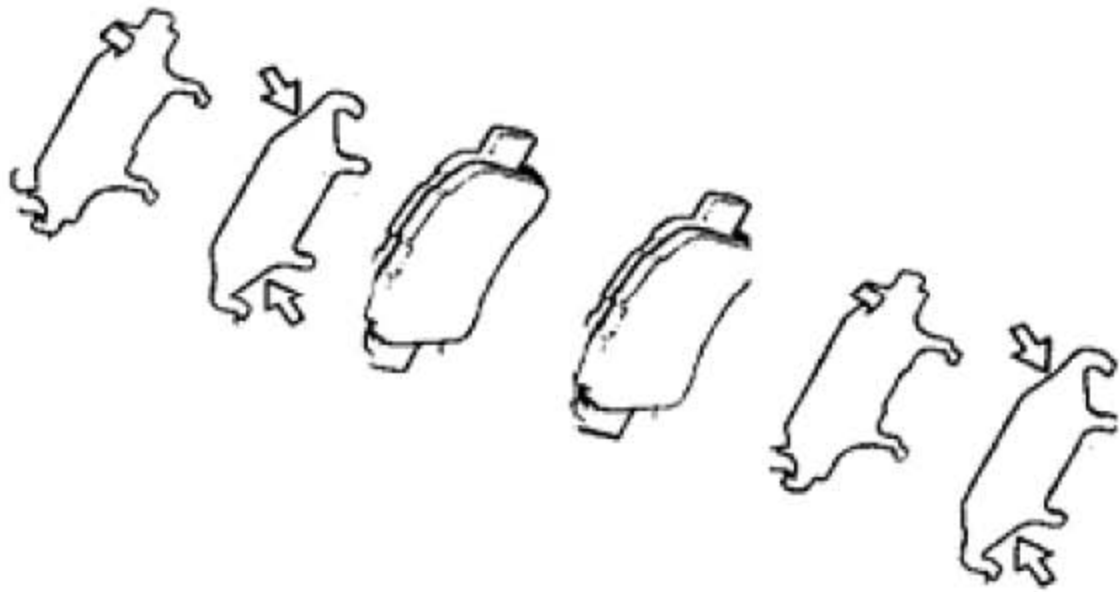

图 3—31
- a). 在每片消音垫片的两侧涂盘式制动润滑脂，如图3—31所示。